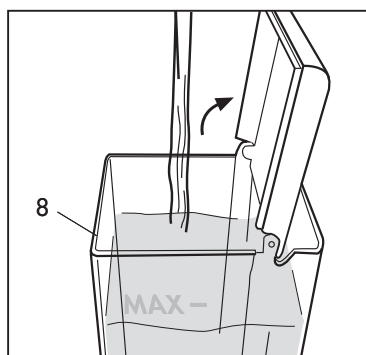

Fig. 2
- Aprire il coperchio e riempire il serbatoio fino al raggiungimento del livello massimo (3 l). **(Fig.2)**